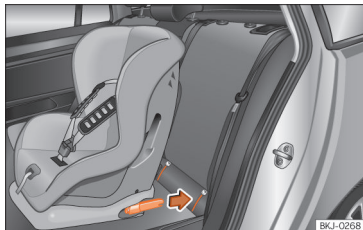

Abb. 38 Rücksitz: Einbau des Kindersitzes mit dem ISOFIX-System.
- Schieben Sie den Kindersitz auf die ISO-FIX/i-Size-Halteösen, bis er hörbar einrastet »» (Abb. 38). Wenn der Kindersitz über eine Top Tether-Verankerung verfügt, befestigen Sie ihn an der entsprechenden Öse »» S. 59. Befolgen Sie die Anweisungen des Kindersitzherstellers.